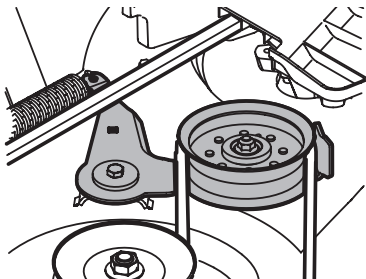

Figura 40
- Desde el lado derecho del tractor, inserte una llave de trinquete de 3/8 pulgada, regulada para **ajustar**, en el orificio cuadrado del soporte intermedio (Figura 40).
- Pivote la llave hacia adelante para mover la polea de transmisión de la plataforma hacia adelante (Figura 40).